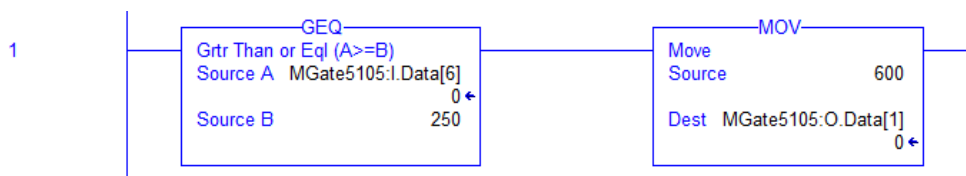

Рис.41
2.3.2 Добавьте уровень 1. Вставьте инструкцию **GEQ** на этот уровень. В качестве источника А введите **MGate5105:O.Data[6]**, источник В – 250. Вставьте инструкцию **MOV** на этот же уровень и введите источник (Source) – 600, получатель (Dest) - **MGate5105:O.Data[1]** (Рис.41).